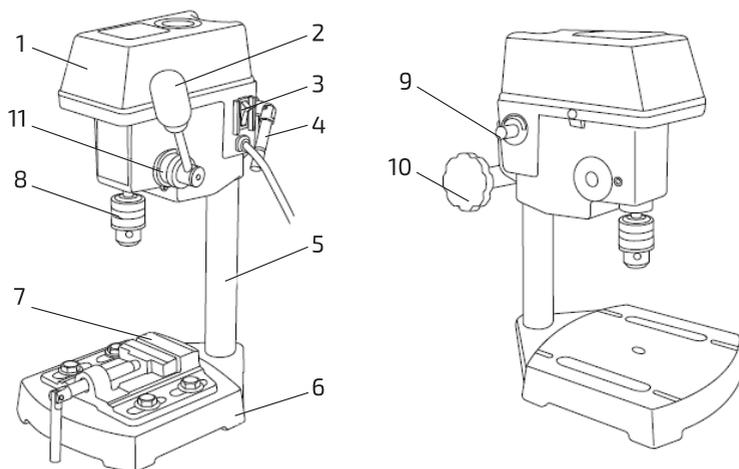

Рис. 1
Основные компоненты вертикально-сверлильного станка (рис. 1)
1. Ослабить рукоятку фиксации сверильной головки (4) и повернуть круглую рукоятку регулировки высоты (10) по часовой стрелке для подъема сверильной головки (8) в крайнее верхнее положение (см. рис. 1).
1. Для регулировки сверлильной головки по высоте следует ослабить рукоятку фиксации сверлильной головки (4) и повернуть круглую рукоятку регулировки высоты (10) по часовой стрелке для подъема или против часовой стрелки – для опускания сверлильной головки на необходимую высоту (см. рис. 1).
**Внимание!** При ослаблении рукоятки фиксации сверлильной головки (4) следует удерживать другой рукой сверлильную головку или круглую рукоятку регулировки высоты (10) во избежание внезапного падения сверлильной головки и, как следствие, повреждения сверла или патрона.
2. Затянуть рукоятку фиксации сверлильной головки (4).